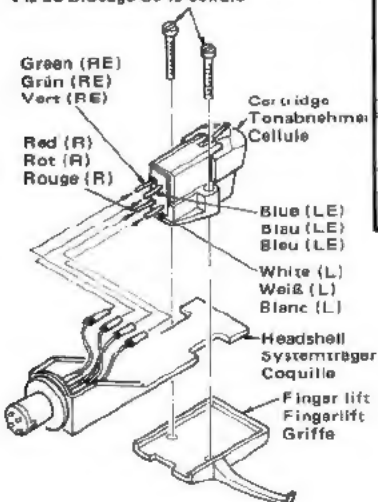

Fig. 5 Abb. 5
• Mounting cartridge (Fig. 5)
•Montage des Tonabnehmers (Abb. 5)
•Montage de la cellule (Fig. 5)